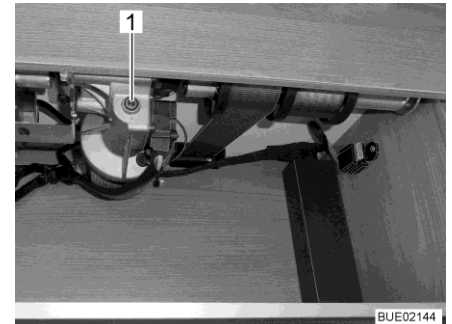

Bild 149 Åtkomst till drivenheten
- Stick den medföljande veven eller insexnyckeln i hållaren vid motorn (Bild 149,1).